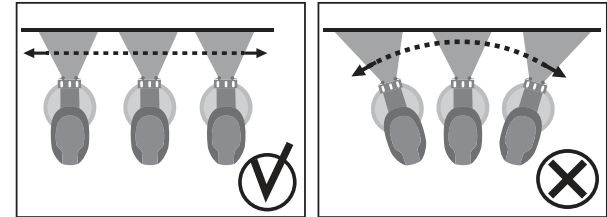

Рис. 5
1. Установите распылитель на расстоянии 25-30 см от окрашиваемой поверхности. Включите изделие, сначала нажав кнопку включения компрессора (3), затем курок выключателя (7).
Примечание! Расхода материала определяется регулятором (8). Равномерно ведите изделие вдоль окрашиваемой поверхности, держа распылитель перпендикулярно ей. В процессе работы не отклоняйте изделие от перпендикулярного положения (Рис. 5).
2. По окончании работы выключите изделие, отпустив курок (7) и выключив компрессор кнопкой (3). Отключите изделие от сети.